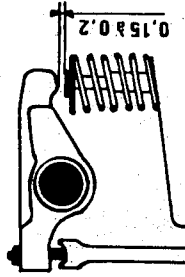

fig. 4
- Das Ventilspiel beträgt zwischen 0,15 und 0,20 mm (Fig. 4) bei kaltem Motor